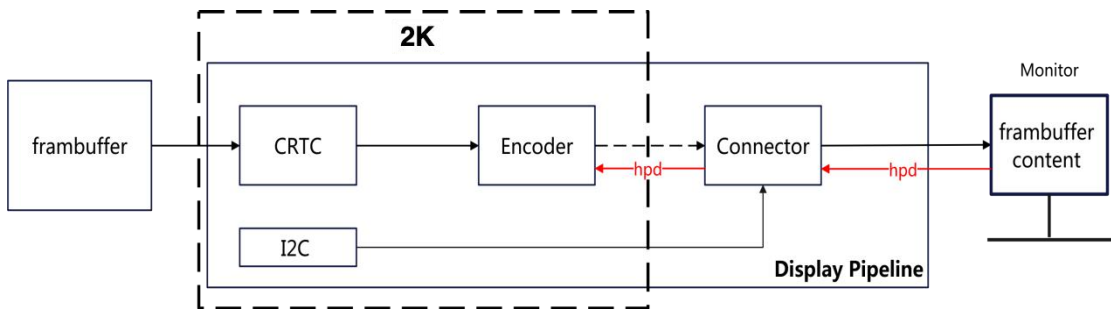

图 2-1 无信号转换芯片的显示器显示管线
**方案一：**不需要连接信号转换芯片时，硬件设计约束示意图如图 2-1，要求将 2K2000 芯片显示控制器的 I2C 直接连接到显示接口连接器上。用于实现读取 EDID 和使用 VGA 接口时的热插拔探测功能。